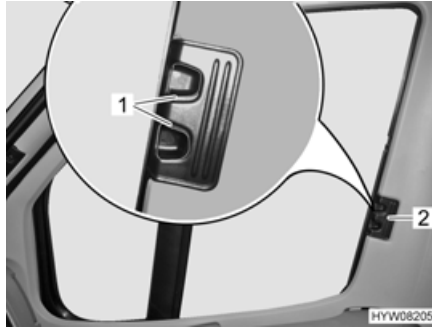

Bild 78 Faltverdunklung für Fahrer-/Beifahrerfenster
- Entriegelungsgriffe (Bild 78,1) zusammendrücken und gedrückt halten.
- Die Faltverdunklungen für das Fahrerfenster und das Beifahrerfenster am Griff (Bild 78,2) zur anderen Fensterseite ziehen und an den Magnetstreifen aneinanderfügen.
- Die Faltverdunklungen für das Fahrerfenster und das Beifahrerfenster am Griff (Bild 78,2) bis zum Anschlag einschieben.
- Entriegelungsgriffe (Bild 78,1) loslassen und einrasten lassen.